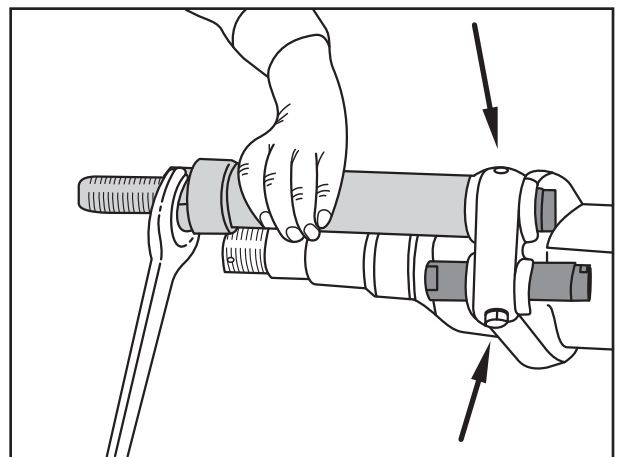

Fig. 2
[4] Festsitzende Bremsbolzen mit Abziehvorrichtung (BPW Nr. 05.001.05.02.0) aus dem Bremsträger herausziehen (siehe Fig. 2).
- [4] Remove fixed brake bolts with extractor (BPW no. 05.001.05.02.0) from anchor plate (see fig. 2).
- [4] Retirer du support de frein les boulons de frein encore calés avec le dispositif d'extraction (no BPW 05.001.05.02.0). Voir fig. 2.